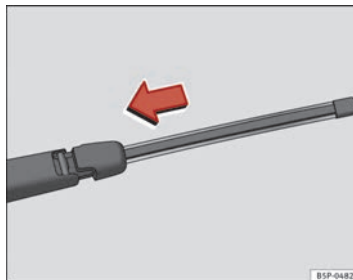

Fig. 143 Collocare la spazzola tergilunotto
- Posizionare la spazzola come indicato nella figura ⇒ fig. 143 e scorrere l'adattatore fino a quando non si incastra.